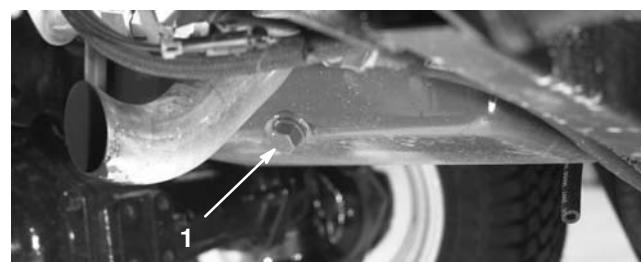

Figure 47
- Enlevez un des bouchons de vidange (Fig. 47) et laissez s'écouler l'huile dans un bac de vidange. Remettez le bouchon quand toute l'huile s'est écoulée.